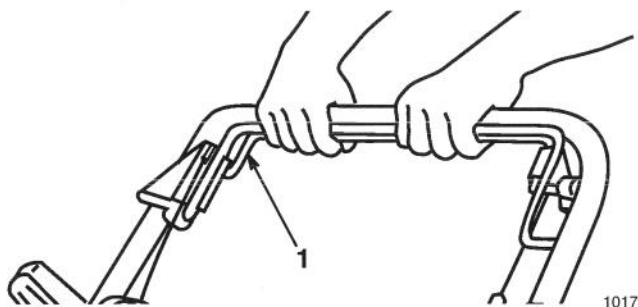

Figure 15
1. Pour engager le système d'autopropulsion, serrer et maintenir la barre de commande de traction contre le guidon (Fig. 15).